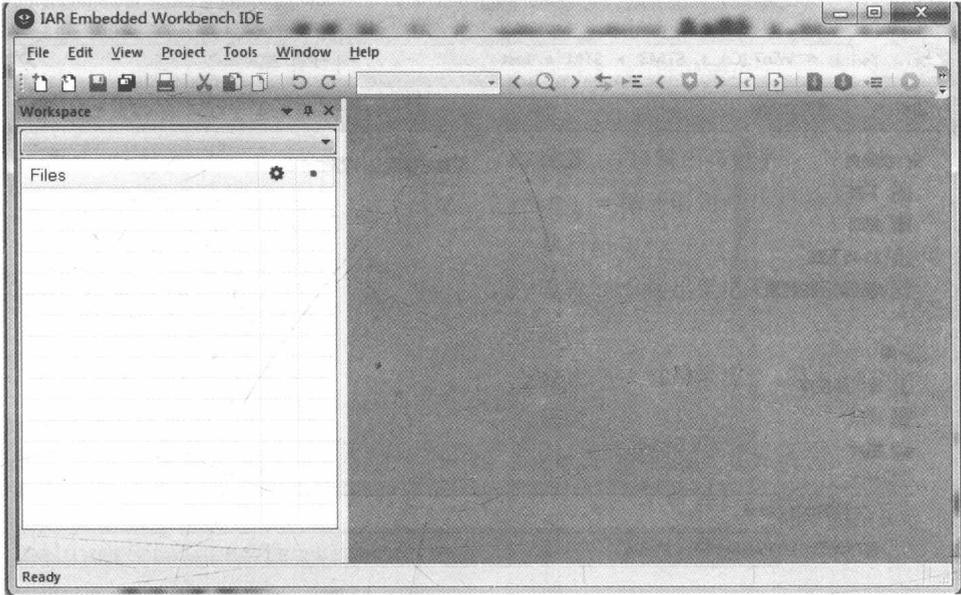

图 1-6 工程管理空间
- (2) 单击执行 File 文件菜单下 New Workspace 子菜单命令，创建工程管理空间（见图 1-6）。